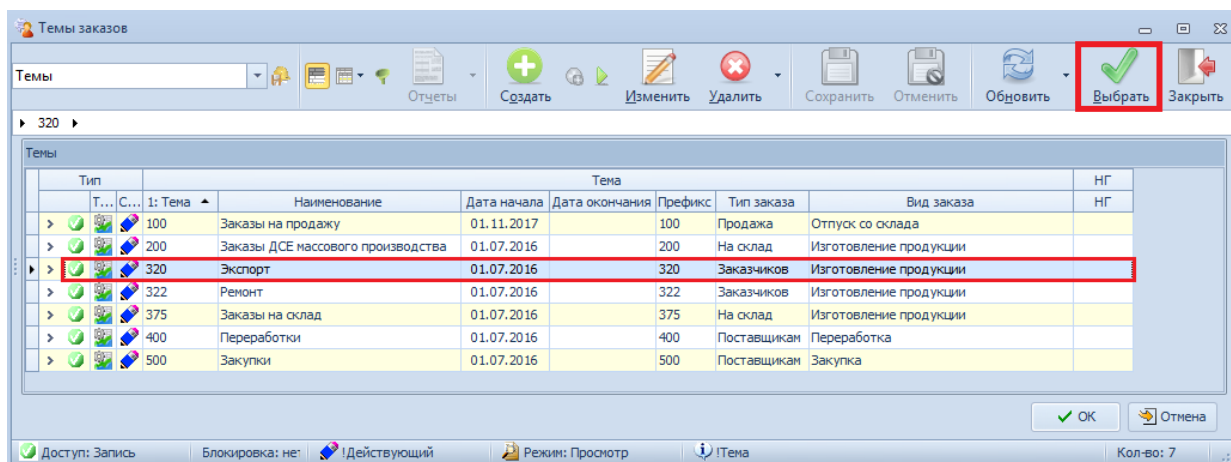

Рисунок 36. Пример выбора Темы заказов
- 4.1 Заполнить поле атрибута «**Тема**». В правой части поля атрибута нажать кнопку **Выбор «...»**. В открывшемся окне справочника «**Темы заказов**» в списке выбрать нужную строку, у которой Тип заказа — **Заказчиков**, а Вид заказа — **Изготовление продукции** (при необходимости создать новую Тему), и выделить её, щёлкнув по ней левой кнопкой мыши (рис. 36).
На панели инструментов окна справочника нажать кнопку **Выбрать** (см. рис. 36).